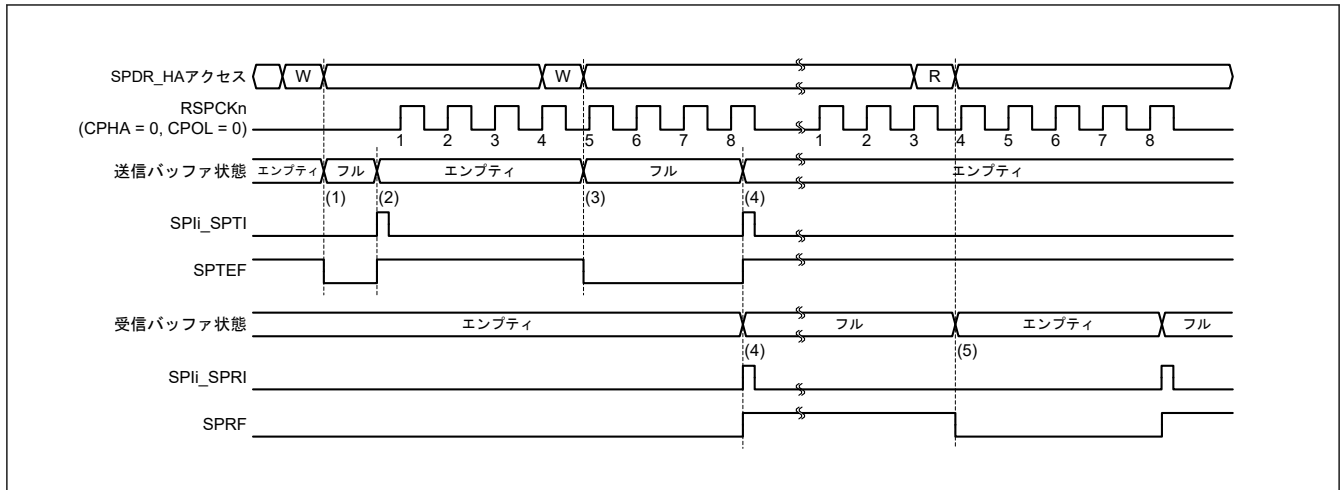
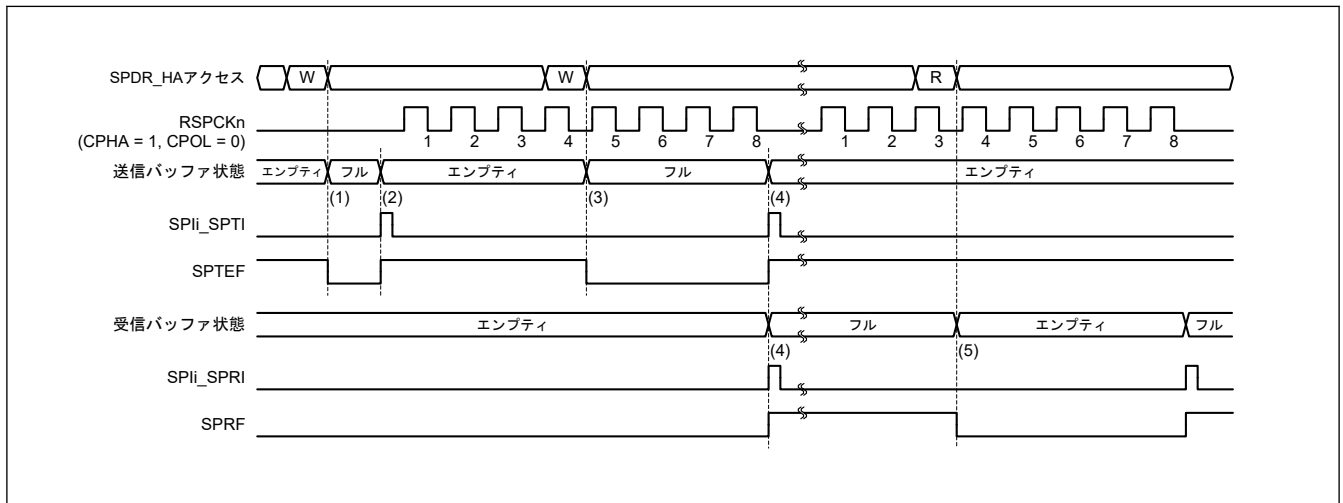

図 30.29 SPIi_SPTI、SPIi_SPRI 割り込みの動作例 (CPHA = 0、CPOL = 0)
図 30.30 SPIi_SPTI、SPIi_SPRI 割り込みの動作例 (CPHA = 1、CPOL = 0)
図 30.29 および図 30.30 に、送信バッファエンブティ割り込み (SPI_i_SPTI) と受信バッファフル割り込み (SPI_i_SPRI) の動作例を示します。図 38.26 および図 38.27 に記載した SPDR レジスタアクセスは、SPDR_HA レジスタへのアクセス状況を示しています。W は書き込みサイクル、R は読み出しサイクルを示しています。図 30.29 では、SPCR.TXMD ビットが 0、SPDCR.SPFC[1:0] ビットが 00b、SPCMDm.CPHA ビットが 0、SPCMDm.CPOL ビットが 0 の設定で、SPI が 8 ビットのシリアル転送を実行しています。図 30.30 では、SPCR.TXMD ビットが 0、SPDCR.SPFC[1:0] ビットが 00b、SPCMDm.CPHA ビットが 1、SPCMDm.CPOL ビットが 0 の設定で、SPI が 8 ビットのシリアル転送を実行しています。RSPCK_n 波形の下に記載した数字は、RSPCK サイクル数 (= 転送ビット数) を示しています。
以下に、図 30.29 および 図 30.30 の (1)~(5) での SPI の動作内容を説明します。